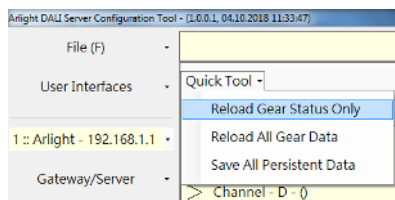

Рисунок 8
- Нажмите Quick Tool и выберите пункт Reload Gear Status Only для сканирования шин DALI и обнаружения устройств (Рисунок 8).